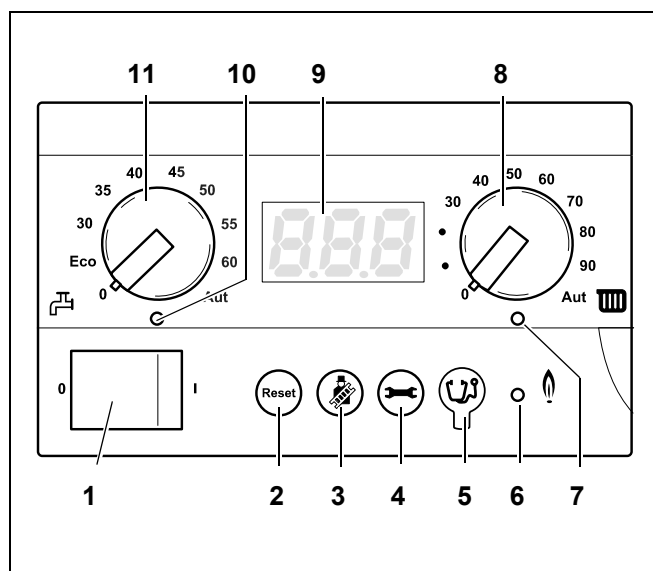

Рис. 6 Главный регулятор BC10
Ручкой задания максимальной температурой котловой воды (рис. 6, **поз. 8**) можно установить верхнюю границу температуры котловой воды. Ед. изм. - °С.
- Ограничьте значение максимальной температуры котловой воды при помощи ручки управления "максимальная температура котловой воды" (рис. 6, **поз. 8**) до допустимой температуры подающей линии отопительного контура пола (как правило, максимум 40 °С).
На дисплее (рис. 6, **поз. 9**) индицируется состояние и значения отопительной установки. В случае неисправности на дисплее отображается соответствующий код неисправности. При возникновении неисправностей, блокирующих работу котла, код неисправности мигает.
Ручкой для задания температуры горячей воды (рис. 6, **поз. 11**) устанавливается требуемая температура горячей воды в баке-водонагревателе. Ед. изм. - °С.
Светодиод "Приготовление горячей воды" (рис. 6, **поз. 10**) горит, когда требуется приготовление горячей воды и гаснет, когда приготовление горячей воды не требуется.